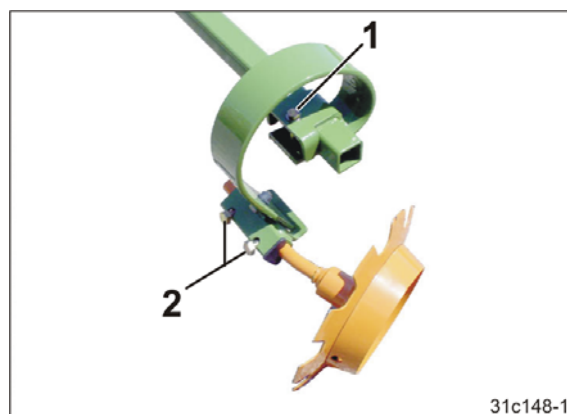

Рис. 204
4. Ослабьте винт (Рис. 204/1).
6. Выверните оба болта (Рис. 204/2).